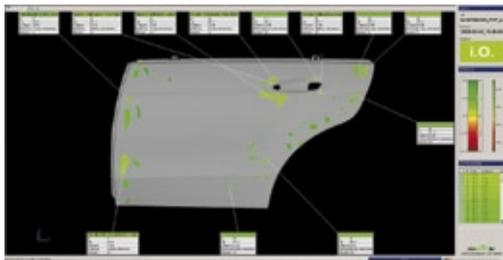

Abb. 3: Anzeige am Visualisierungsbildschirm
Seit der Betriebsübergabe im November 2008 wird im Presswerk 2 der Daimler AG Mercedes-Benz Cars (Sindelfingen) ein optisches Oberflächeninspektionssystem ABIS II genutzt (Abb. 1), das im Vergleich mit anderen Anlagen bei anderen Automobilherstellern den höchsten Automatisierungsgrad und größte Teiledurchsatzkapazität aufweist. Beim Prüfablauf (siehe Abb. 2) wird am Einlaufband ein Bauteil abgelegt (1), fährt in die Inspektionszelle ein (2), wird nach der Lageerkennung (Einzelkamera ist über dem Band montiert) und der Robotorbahnanpassung mit dem optischen Oberflächeninspektionssystem ABIS II inspiziert und schließlich (3) auf dem Auslaufband aus der Zelle transportiert. Am Auslaufband wird am großen Visualisierungsbildschirm das Ergebnis der Oberflächeninspektion angezeigt (Abb. 3). Der Person, die die Bauteile vom Auslaufband nimmt, wird am Report auf dem Visualisierungsbildschirm angezeigt, ob das Bauteil in Ordnung ist, nachgearbeitet werden muss oder Ausschuss ist. Bei einer klassischen manuellen Auditierung mit Abziehstein kann man von mindestens 15 Minuten Aufwand für einen kompletten Seitenwandrahmen ausgehen, mit dem ABIS II System ist die Aufgabe in weniger als zwei Minuten erledigt.